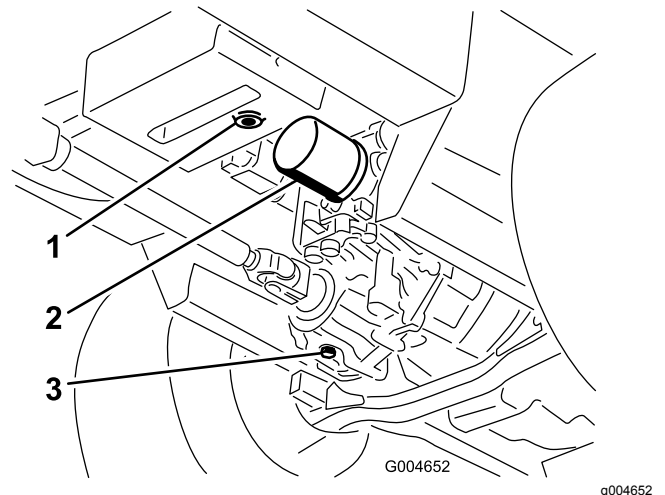

図 91
3. 油圧オイルタンクとトランスミッションケースの下にオイルを受ける大型の容器を置き、それぞれのドレンプラグを外してタンク内のオイルを完全に排出、回収する(図 91)。
4. 油圧オイルフィルタの取り付け部周辺をきれいに拭いてフィルタを取り外す(図 91)